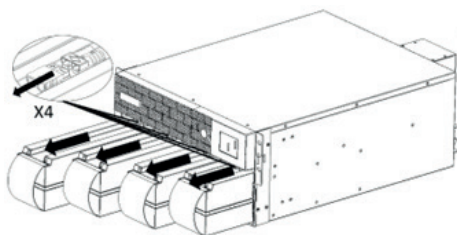
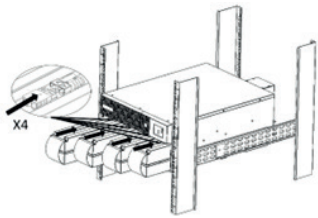

Рисунок 3
Рисунок 7
3. Извлеките внутренние батарейные блоки ИБП: отсоедините разъем батарейного блока и извлеките четыре модуля из ИБП (рис. 3).
6. Вставьте на место внутренние батарейные блоки (рис. 7).
Снимите переднюю панель крышки батарейного отсека ИБП, потянув ее за переднюю панель ИБП. Инструменты для этого не требуются (рис. 3). Соедините батарейные коннекторы внутренних батарейных блоков с соответствующими коннекторами ИП. Установите на место крышку батареи передней панели (рис. 7).